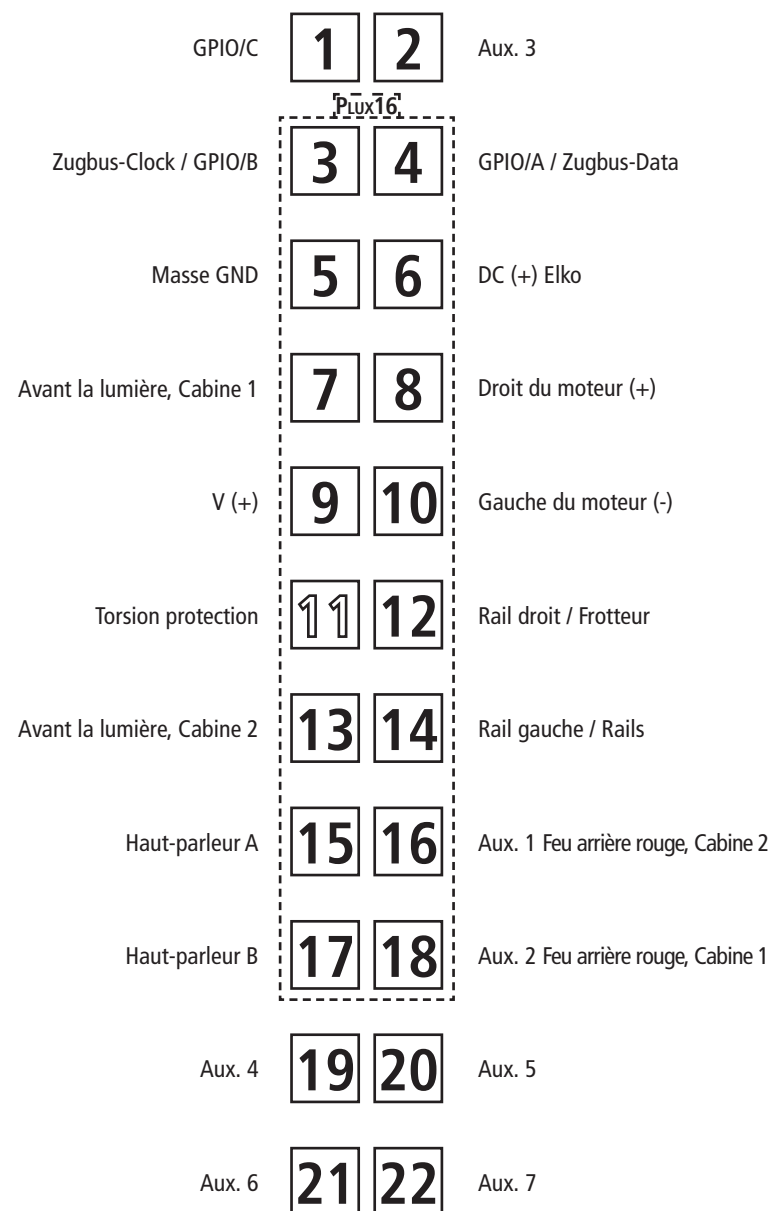

Fig. 5
2. Schmierung: Versehen Sie die im Schmierplan in Fig. 5 gekennzeichneten Stellen mit nur **kleinen Öltropfen**. Dazu zuerst das Lokgehäuse abnehmen (Fig. 3). Wir empfehlen den **ROCO Öler Art.-Nr. 10906**. Fürs Schmieren der Getriebeteile (Zahnräder, Schnecke) empfehlen wir das **ROCO-Spezialfett Art.-Nr. 10905**. Im Falle der Schmierung diese Teile **nicht ölen**.
2. Lubrication: Apply **tiny oil drops** to spots marked in fig. 5. Prior to lubrication dismantle locomotive (fig. 3). We recommend using item no. **10906, Roco oiler**. For lubrication the gearparts (e.g. cogwheels, worm) we would recommend our Roco **special grease** (item no. **10905**).
2. Graissage: N'appliquez **qu'une toute petite goutte** aux endroits indiqués par le plan de graissage (fig. 5) après avoir démonté la caisse de la locomotive (fig. 3). Nous vous recommandons le **graisseur à huile Roco réf. 10906**. Pour graisser les engrenages (roues dentées, vis sans fin) nous vous conseillons la **graisse spéciale Roco réf. 10905** pour engrenages en matières synthétiques. Lorsque vous utilisez cette graisse il faut éviter d'huiler ces composants.